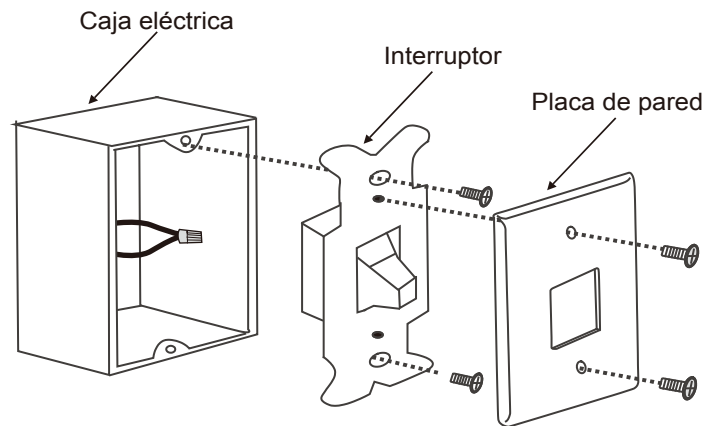

Fig. 28
Paso 1. Retira la placa de pared y el interruptor existentes de la caja eléctrica de pared. Conecta con una tuerca los cables NEGROS (positivos) y empújalos hacia adentro de la caja eléctrica. (Fig. 28)